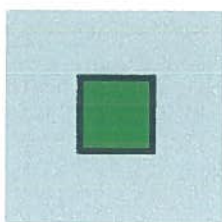

Fig. 7.1.
- conturul simbolului este compus din două părți ce reprezintă cei doi poli ai întreruptorului. Colorarea dinamică a fiecărei părți se face în funcție de prezența / absența tensiunii, starea „*necunoscută*”, respectiv de starea „*legat la pământ*” a întreruptorului pe polul respectiv. Fig.7.1.